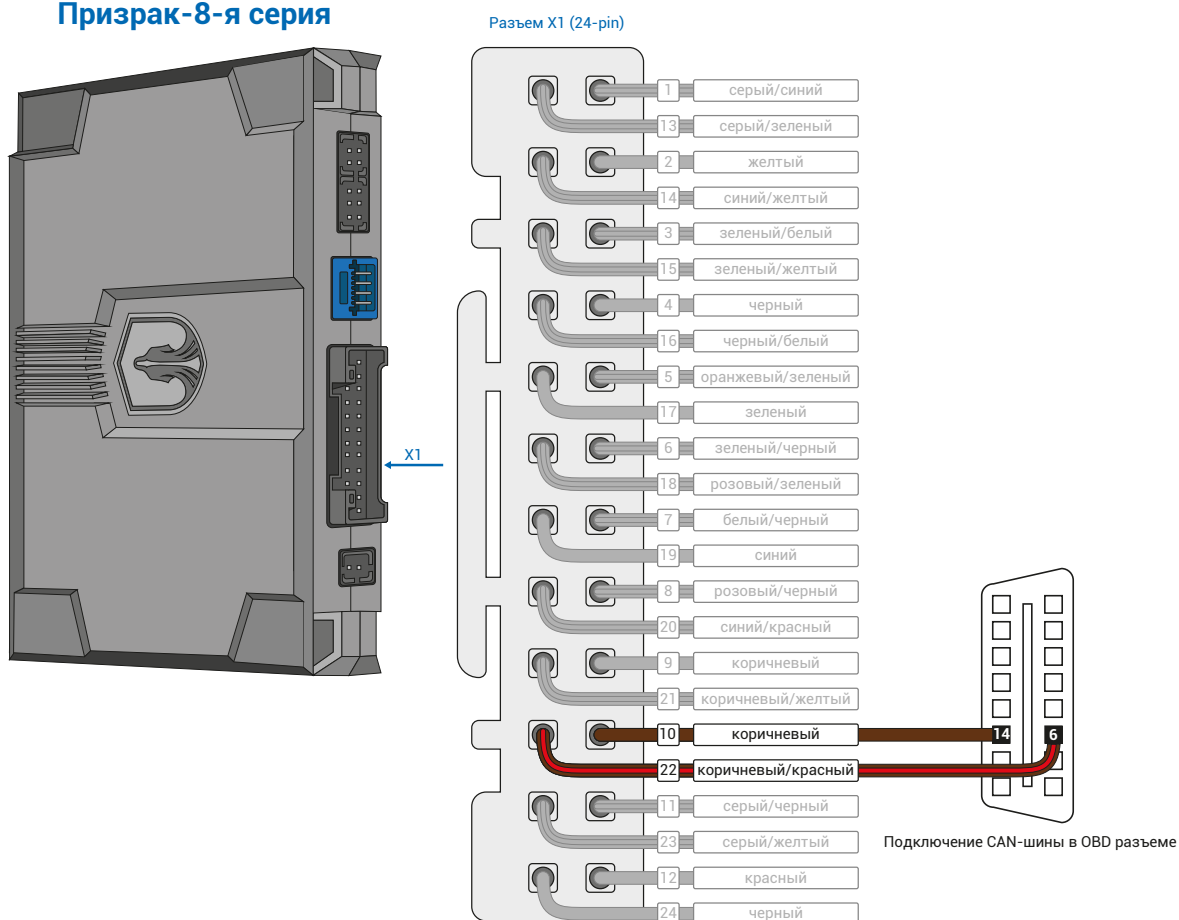

Рис.1 Призрак 8-я серия
1. Осуществите подключение CAN-шины (см. рис. 1) и согласуйте систему Призрак с а/м (см. Integrator).